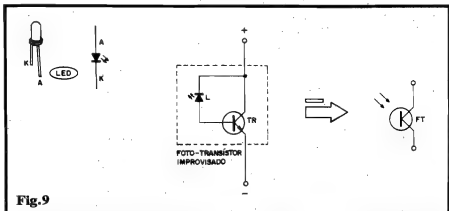

Fig. 9
- FIG. 9 - "FAZENDO" UM FOTO-TRANSISTOR - Quando falamos que *toda* junção semicondutora é - de algum modo - fotosensível, estávamos "dando a pista" para uma série de possibilidades, além de oferecer uma explicação básica ao próprio fenômeno que "regulamenta" a moderna optoeletrônica... Na verdade, qualquer forma de Energia, externamente aplicada a uma junção P-N (também *qualquer...*), modifica momentaneamente a própria estrutura elétrica da dita junção, alterando a disponibilidade de "buracos" ou de "elétrons livres" (os "velhos" *portadores de carga*, nas junções semicondutoras...). Essa Energia externa pode ser imposta "eletricamente" (como ocorre na mera polarização ou apresentação dos sinais convencionais à *base* de um transistor comum...), ou mesmo na forma de calor ou de luz! Sob qualquer desses estímulos energéticos, a "barreira de junção" se modifica, alterando nitidamente as "facilidades" (ou "dificuldades"...), momentâneas à passagem da Corrente... O único requisito, portanto, para fazer qualquer junção semicondutora zgrir como "tradutora" de manifestações energéticas, é possibilitar o *acesso* dessa energia externa à dita junção! Um LED (Diodo Emissor de Luz), pela sua própria estrutura e construção é - obviamente - "permeável" à LUZ (que deve ter facilidade para dele "sair"...). Essa permeabilidade pode - na prática - ser usada em sentido inverso, ou seja: a luminosidade externa também pode "entrar" num LED através do seu encapsulamento acrílico, translúcido ou transparente! Dessa forma, com o simples arranjo mostrado no esqueminha central da fig. 9, podemos "fazer" um razoável foto-transistor... Observe que o LED (de preferência nas cores amarela ou âmbar, que dão melhores resultados nesse "truque"...), deve ficar, no percurso *coletor/base* de um transis-